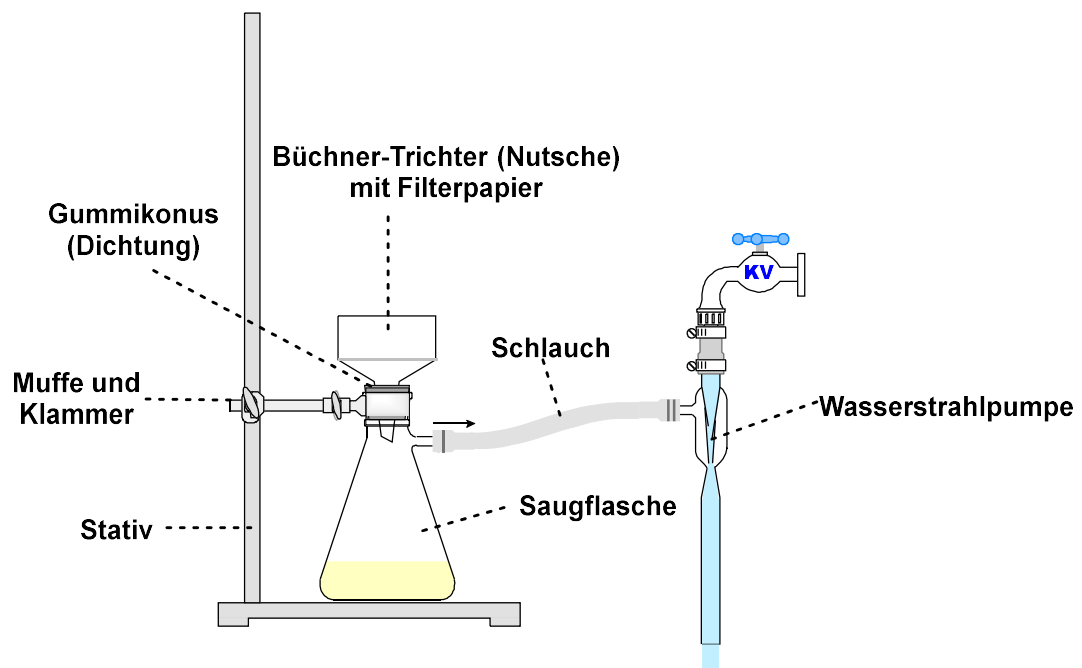

Abbildung 6: Aufbau Saugfiltration
- Der dabei ausfallende Niederschlag wird über eine Nutsche abfiltriert (siehe Abbildung 6) und mit dest. Wasser gewaschen
- Die beim Abkühlen ausfallenden Kristalle werden über eine Nutsche abfiltriert (Aufbau siehe Abbildung 6) Tipp, falls nichts ausfällt: Ankratzen der Gefäßwand mit einem Glasstab und Zugabe von Impfkristallen beschleunigen die Kristallisation!).